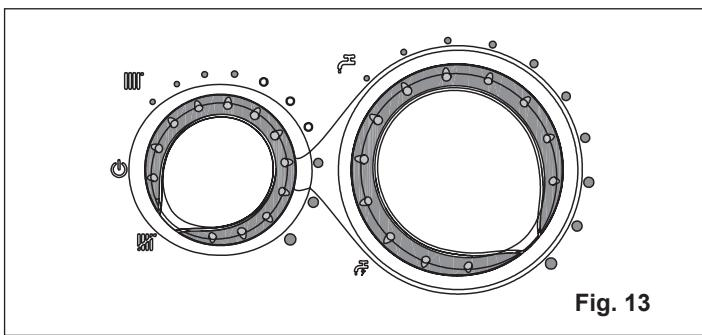

Fig. 13
- 将模式选择旋钮置于夏季位置 (Fig.13)；
- 将热水温度选择旋钮调至水温最高 (Fig.13)；